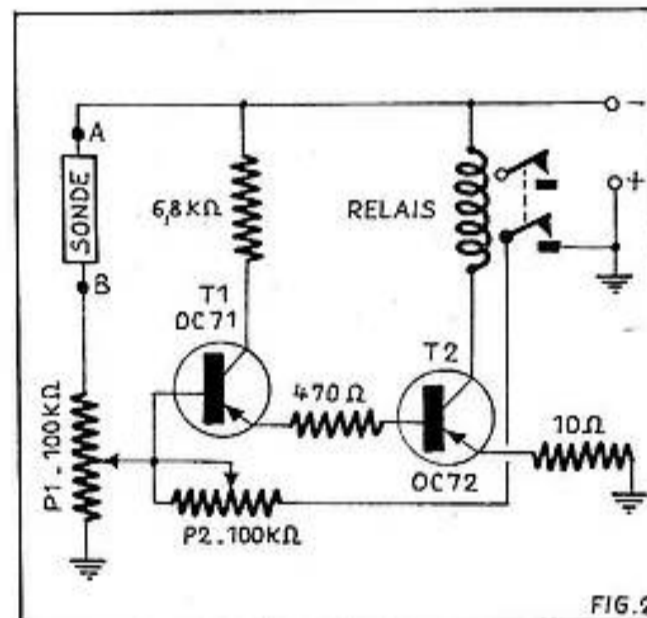

FIG. 2. — Ce montage fonctionne parfaitement grâce à la présence de P₂.
C'est alors que l'on est amené à ajouter P₂ (figure 2). Quel est son rôle ? Voici : lorsque le courant est suffisant pour faire coller le relais (25 mA), il colle et par un contact travail amène P₂ en parallèle sur P₁. Donc, P₂ vient shunter P₁, ce qui réduit
3) Le montage indique une diminution de température sans action sur cette diminution. On utilise le montage de la figure 2. Un contact repos du relais sera utilisé pour commander un avertisseur :